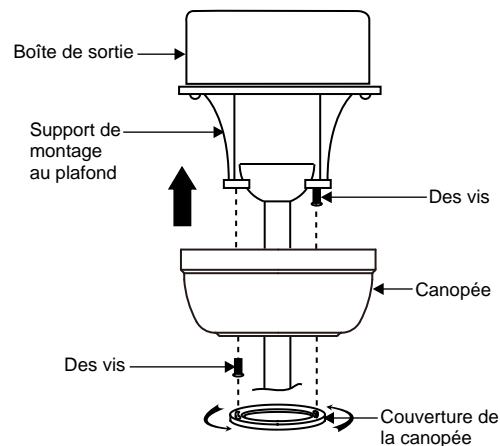

Fig. 15
Étape 2. Faites glisser le baldaquin vers le haut sur le support de montage et placez l'une des fentes du trou de serrure sur la vis de montage du support de montage. Faites pivoter le baldaquin jusqu'à ce que la tête de la vis se verrouille en place dans la section étroite du trou de la clé. Voir la figure 15.
REMARQUE: Ajustez les vis du capot si nécessaire jusqu'à ce que le capot et son capot soient bien ajustés. (Fig. 15)